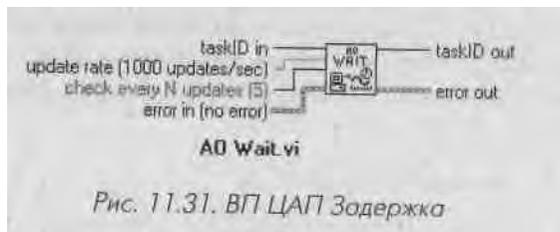

Рис. 11.31. ВП ЦАП Задержка
**ЦАП Задержка (AO Wait)** ждет завершения генерации осциллограммы и **пос'Щ** ле этого возвращает идентификатор (рис. 11.31). Этот ВП проверяет статус **зав** дачи через равные промежутки времени в асинхронном режиме, чтобы освободить 1 процессор для других операций. Интервал ожидания рассчитывается путем деле-1 ния данных терминала **проверка каждые N обновлений** (check every N updates) I на значение **Скорость обновления**.